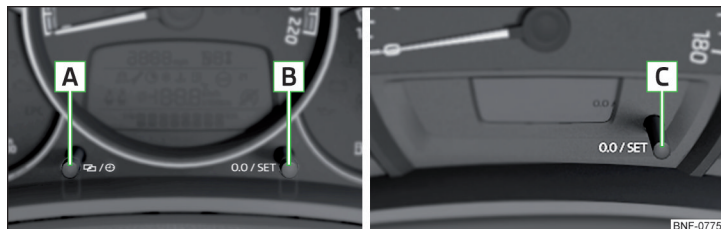

Fig. 23 Knapper i kombiinstrumentet: Type 1 og 2 / Type 3
- ▶ Hold knappen [C] inde » Fig. 23 på side 32, indtil visningen af klokkeslæt-udtermometeret blinker i displayet.
- ▶ Hold knappen [A] inde » Fig. 23, indtil timerne blinker i displayet.
- ▶ Hold knappen [C] inde » Fig. 23, indtil visningen af klokkeslættet blinker i displayet.
- ▶ Tryk på knappen [B] eller [C] » Fig. 23 på side 32.
- ▶ Vælg tælleren for tilbagelagt strækning (trip), og hold knappen [B] eller [C] inde » Fig. 23 på side 32.